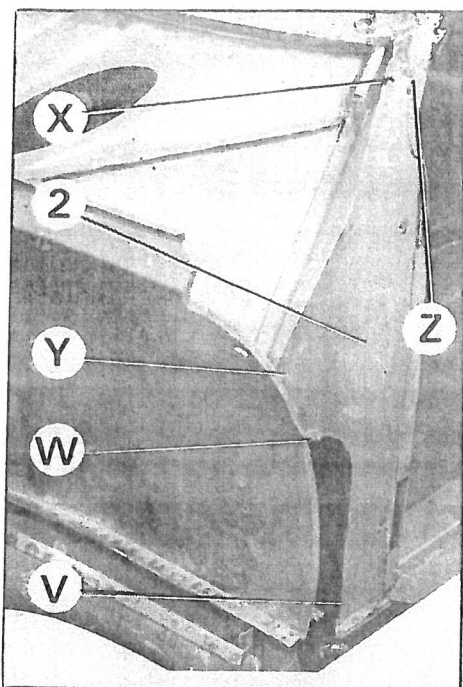

Fig. 9
- Présenter les encadrements de porte G et D (2) fig 9